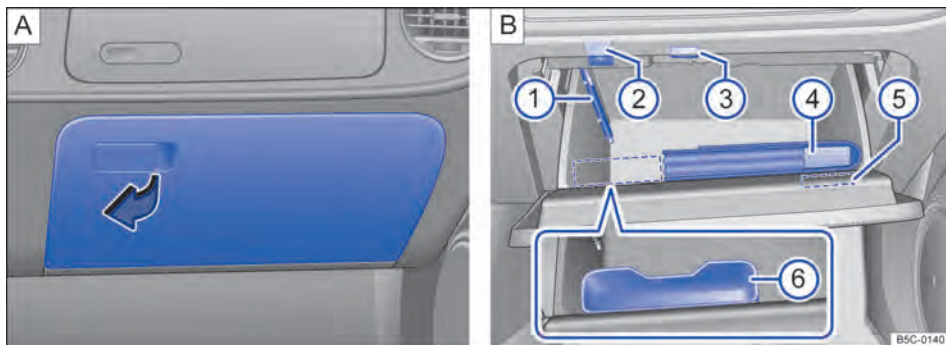

Fig. 96 No lado do passageiro dianteiro: A: abrir o porta-luvas inferior, B: porta-luvas aberto.
Para *abrir*, puxar a alavanca no sentido da seta $\Rightarrow$ Fig. 96 A.
O porta-luvas destina-se à acomodação da literatura de bordo $\Rightarrow$ Fig. 96 B ④.
No porta-objetos se encontra um suporte para um lápis $\Rightarrow$ Fig. 96 B ①.
Na tampa do porta-objetos se encontra um suporte para um bloco de notas $\Rightarrow$ Fig. 96 B ⑤.
No porta-objetos, dependendo da versão, pode se encontrar o botão para o indicador de controle dos pneus $\Rightarrow$ Fig. 96 B ② $\Rightarrow$ Página 187.
No porta-objetos pode haver a entrada multimídia (MEDIA-IN) instalada de fábrica $\Rightarrow$ Fig. 96 B ③ $\Rightarrow$ caderno *Rádio* ou $\Rightarrow$ caderno *Sistema de navegação*.
No porta-objetos, dependendo da versão, pode se encontrar um porta-óculos $\Rightarrow$ Fig. 96 B ⑥.